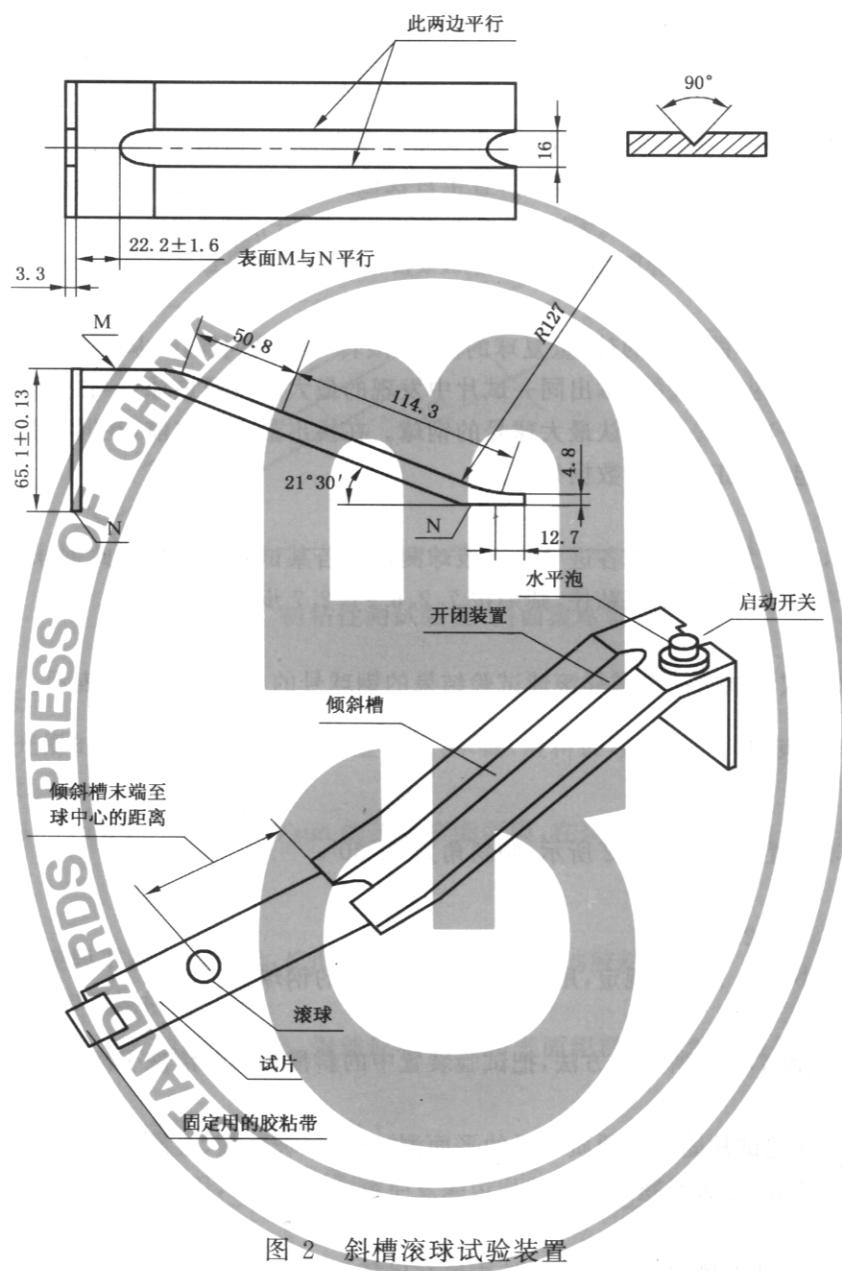

图 2 斜槽滚球试验装置
8.1.1 斜槽滚球装置的结构如图 2 所示,倾斜角为 21°30'。
8.2.3 如图 2 所示,把斜槽滚球装置水平地固定在已装好试片的测试台上。
8.2.4 把滚球安置在规定的起始位置,操纵控制杆,使滚球滚下,测定滚球停止滚动的距离。该距离是指图 2 中所示的,从倾斜槽末端到滚球停止时与胶粘面接触的中心点之间的长度。